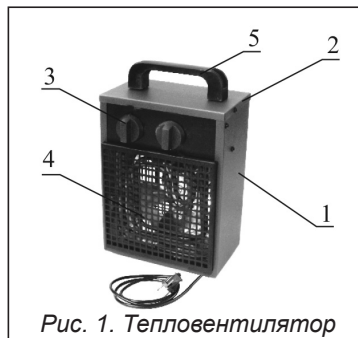

Рис. 1. Тепловентилятор
5.1. Схема тепловентилятора представлена на *рис. 1*: